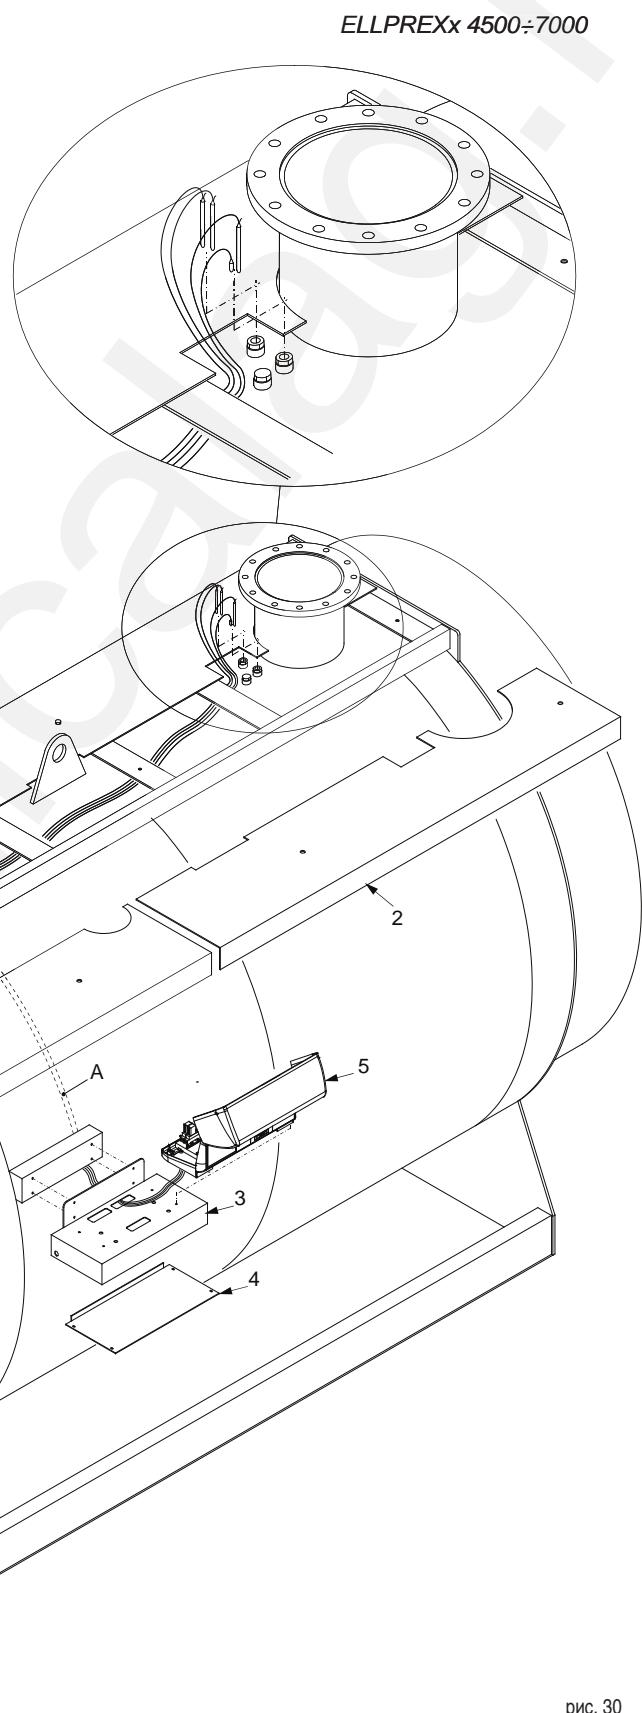

рис. 30
### Последовательность монтажа (см. рис. 30)
- включением-отключением котлового насоса Pi или, когда он отсутствует, всех насосов установки (например, насосов Pi и Pc на рис.30) по команде терmostата Tmin с уставкой срабатывания 55°C;